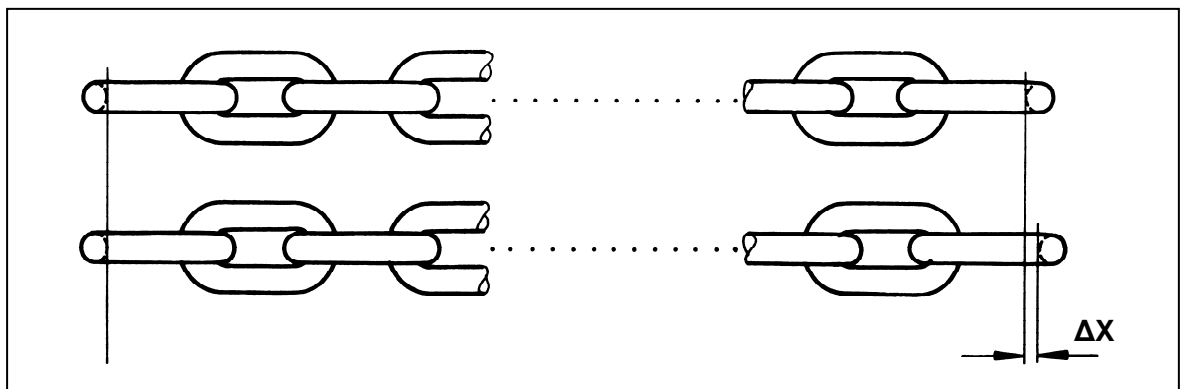

Bild 4
3.4 Längentoleranz DX gepaarter Kettenstränge (Bild 4)